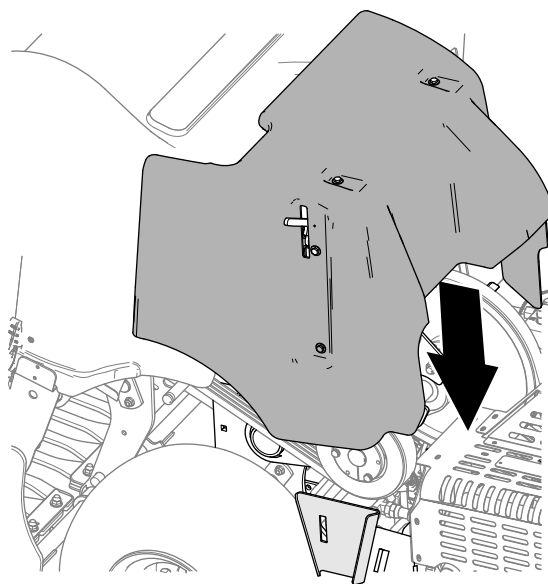

Figure 134
2. Baissez le protège-courroies (Figure 134).